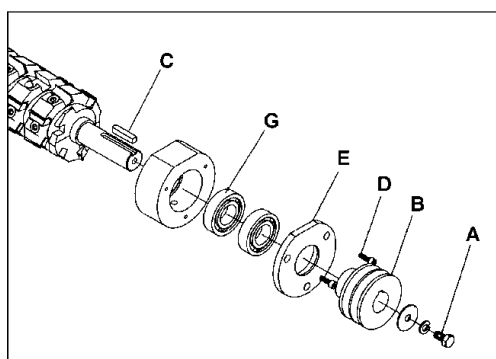

Рис. 27
7. Ослабьте стопорный винт (Рис. 27, А), снимите шкив (Рис. 27, В) и шпонку (Рис. 27, С).
8. Открутите винты (Рис. 27, D) с обеих сторон и снимите крышки подшипников (Рис. 27, Е).
ВАЖНО: Если подшипники (Рис. 27, G) необходимо заменить, компания Powermatic настоятельно рекомендует воспользоваться услугами квалифицированного специалиста по ремонту. Подшипники установлены с запрессовкой и должны быть извлечены с помощью съемника.